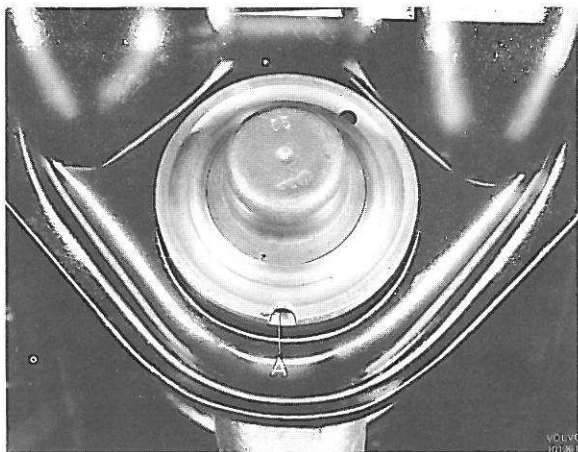
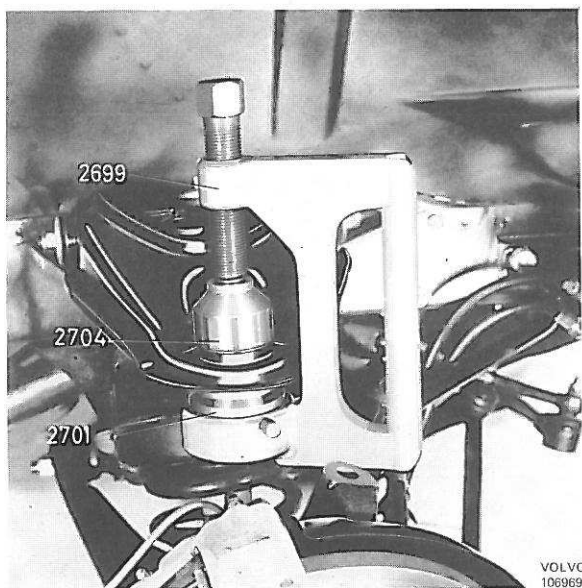

Figure 26. Emplacement du joint à rotule dans le triangle supérieur de commande
Figure 27. Montage du joint à rotule supérieur
1. S'assurer que le capot caoutchouc a été rempli de graisse avant le remontage du joint à rotule. Rabattre l'axe dans l'échantre, figure 26 et contrôler qu'il y a de la graisse qui en sort. Si nécessaire, le remplir de graisse universelle GP.
2. Enfoncer le joint à rotule dans le triangle de commande avec l'outil-presse 2699, la douille 2701 et le mandrin 2704, figure 27. Veiller alors à ce que l'échantre du joint à rotule soit bien alignée avec l'axe longitudinal du triangle de commande (tolérance $\pm 8^\circ$), soit vers l'extérieur, soit vers l'intérieur, figure 26, car c'est le long de cette ligne que l'axe a la plus grande mobilité. Si le joint à rotule est serré obliquement lors du montage, tourner l'outil 2699 de 1/2 tour pour pouvoir monter correctement le joint à rotule.